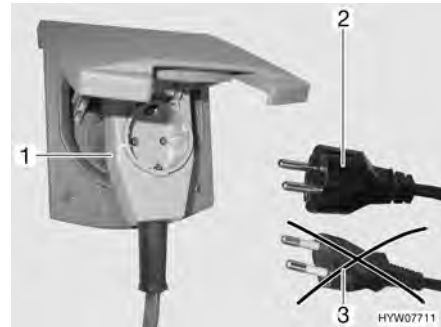

Fig. 114 Raccordement à un adaptateur coudé avec prise de courant
- ▶ Lors de l'utilisation d'un adaptateur coudé CEE 17 muni d'une prise à l'arrière (Fig. 114,1), se servir uniquement d'un connecteur en caoutchouc et scellé IP 44 avec contact de mise à la terre (Fig. 114,2). Ne pas utiliser de connecteur sans contact de mise à la terre (Fig. 114,3).